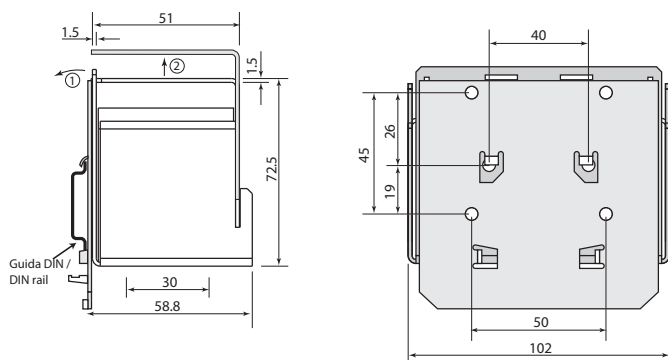

Fig. 3
- disponibilité en option de la boîte contenant la batterie (Fig. 3) ;
- als Sonderausstattung ist auch das Batteriegehäuse erhältlich EVBATBOX10 (Fig. 3);